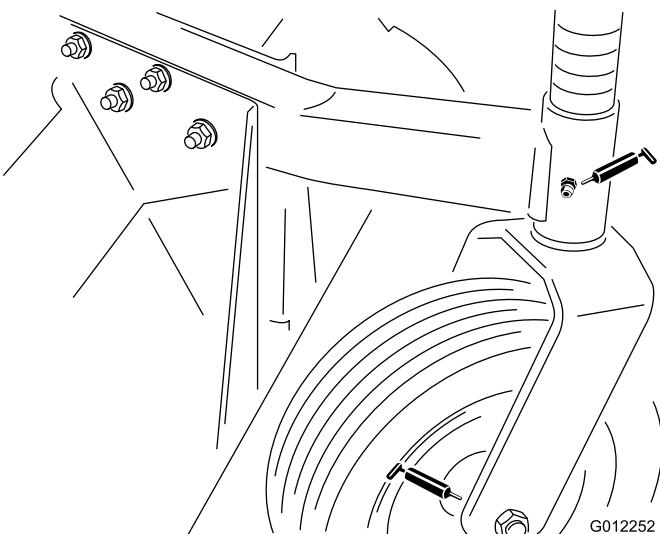
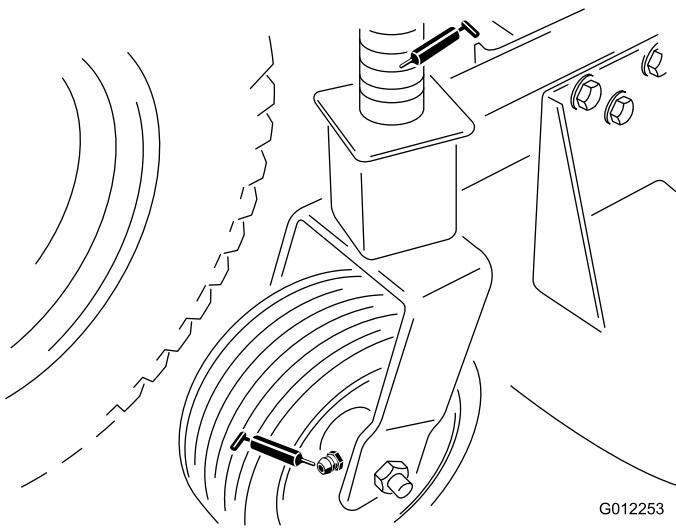

Figura 15
Figura 16
lubrificante à base de lítio n.º 2 para utilizações gerais ou à base de molibdénio a cada 50 horas (Figura 16).
- Casquilhos do eixo da roda frontal (Figura 15)
- Casquilhos da roda giratória (Figura 15) & Figura 16)